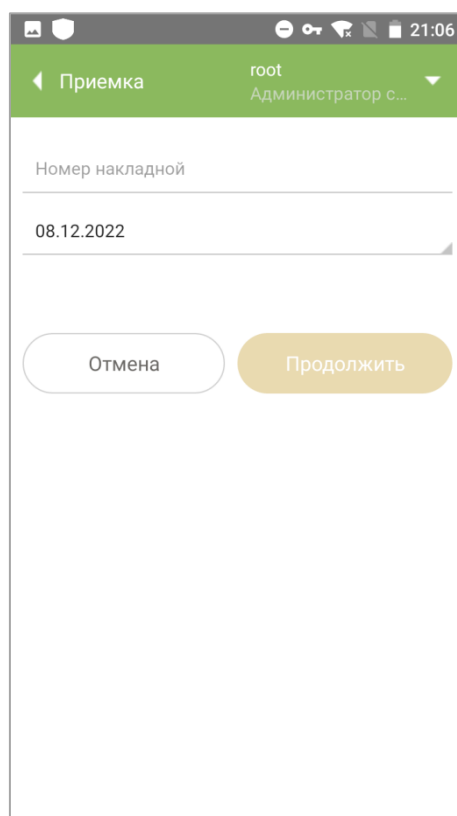

Рисунок 9.1
1. Нажать на иконку «Приемка» в главном меню приложения. Откроется окно для ввода информации по накладной (Рисунок 9.1).